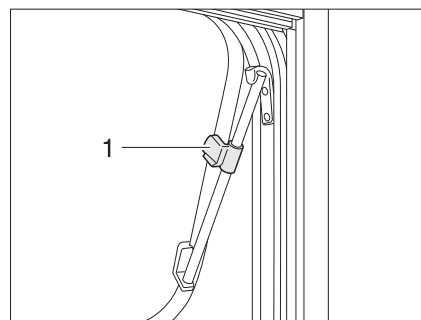

Fig. 50 Ventana abatible con soportes giratorios, abierta
- Abrir la ventana abatible hasta la posición deseada y fijarla con el botón moleteado (Fig. 50,1).
- Girar el botón moleteado (Fig. 50,1) hasta que se libere el bloqueo.